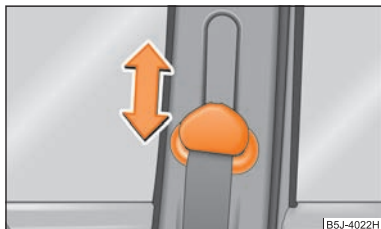

Fig. 112 Siège avant: Réglage de la hauteur des ceintures
- Pour le réglage, appuyer sur la touche et pousser vers le haut ou le bas la ferrure d'inversion ⇒ fig. 112.